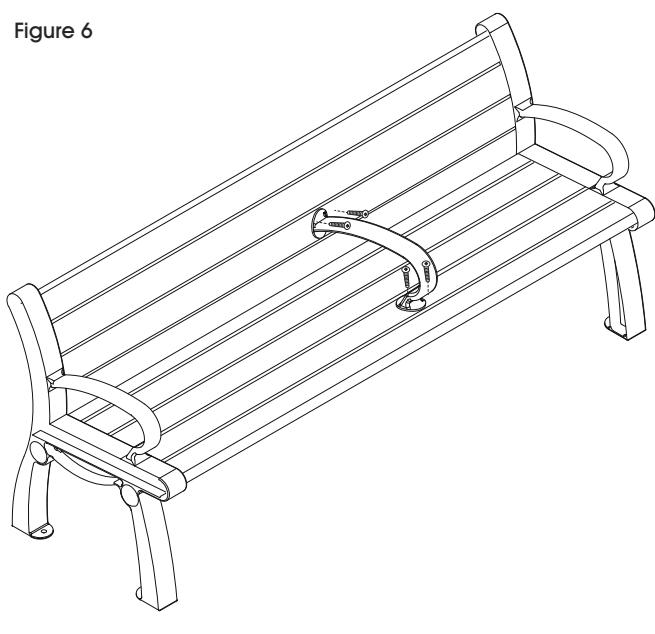

Figure 6
9. À l'aide de la perceuse et de l'embout cruciforme, fixez l'accoudoir du milieu à l'aide de quatre vis de 1 ¼ po. (Voir Figure 6)